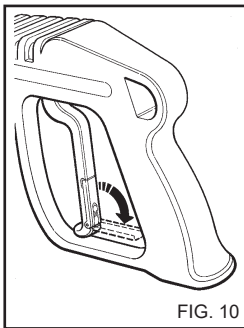

FIG. 10
- Quando o aparelho não for utilizado, feche o dispositivo de segurança do punho. (fig. 10).